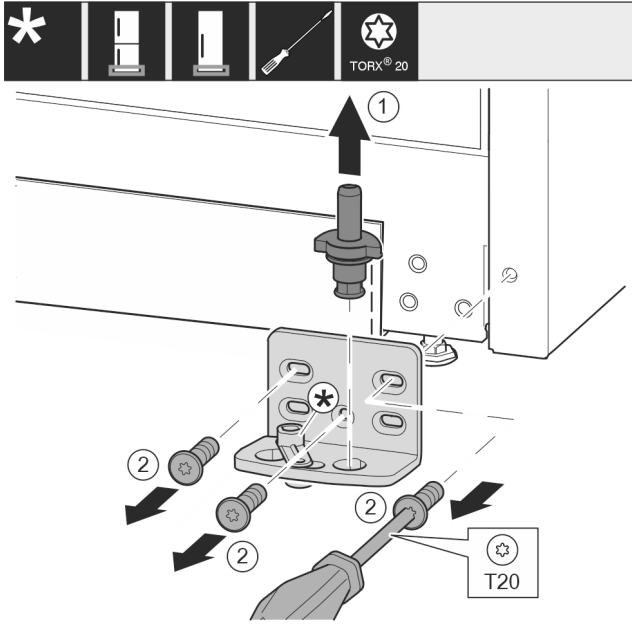

Fig. 13
- ▶ Ležajni sornik v celoti izvlecite navzgor. *Fig. 13 (1)*
- ▶ Vijake odvijte z izvijačem T20 in snemite ležajni podstavek. *Fig. 13 (2)*